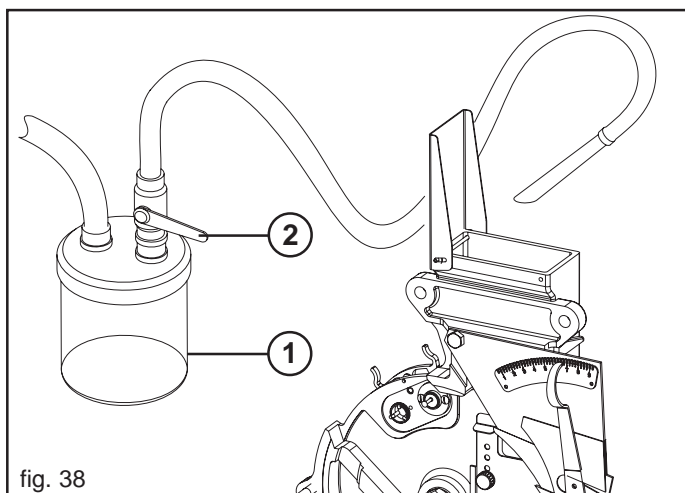

fig. 38
Suministrado de serie con la máquina (Fig. 38), está necesario para recuperar las semillas que quedan sin utilizar en los depósitos al final de la siembra.
Abra la válvula (2, Fig. 38) situada después del contenedor de recuperación (1), e introduzca el extremo del tubo en los depósitos de semillas. Con el tractor detenido, con el freno de estacionamiento puesto, accione la T.d.F. para aspirar las semillas.